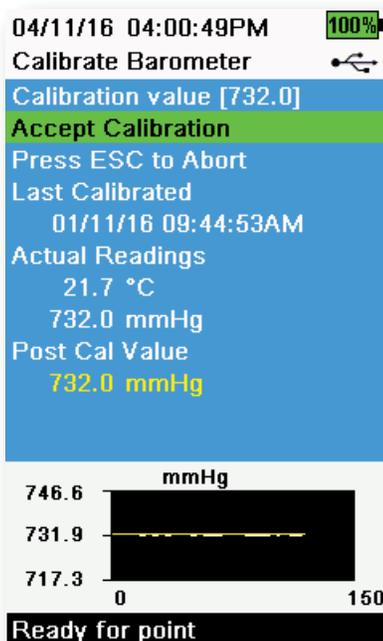

Abbildung 50 Barometer kalibriert
3. Wählen Sie **Kalibrierung akzeptieren** (Abbildung 50). Im Nachrichtbereich wird „Kalibrierung erfolgreich!“ angezeigt.